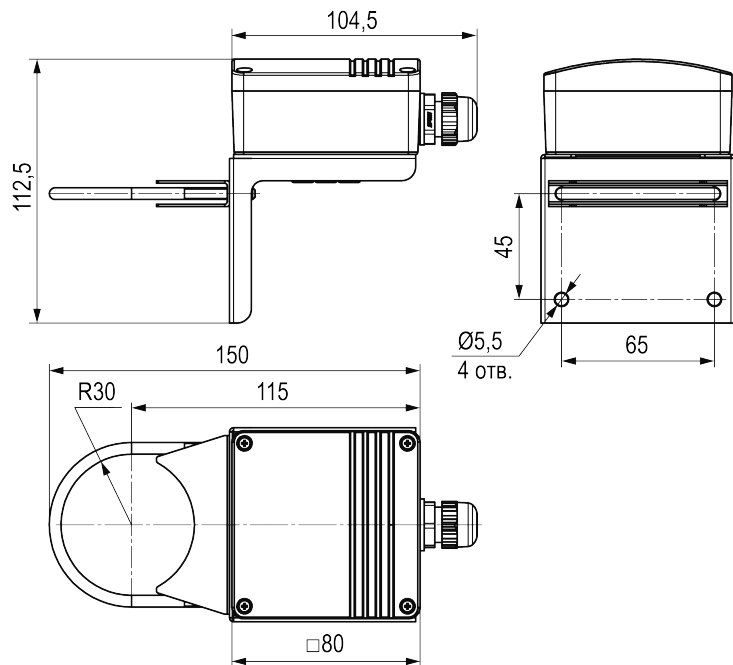

Рисунок 4.1 – Габаритные и установочные размеры изделия
- убедиться, что габаритные и присоединительные размеры на технологическом объекте соответствуют размерам изделия (см. рисунок 4.1);